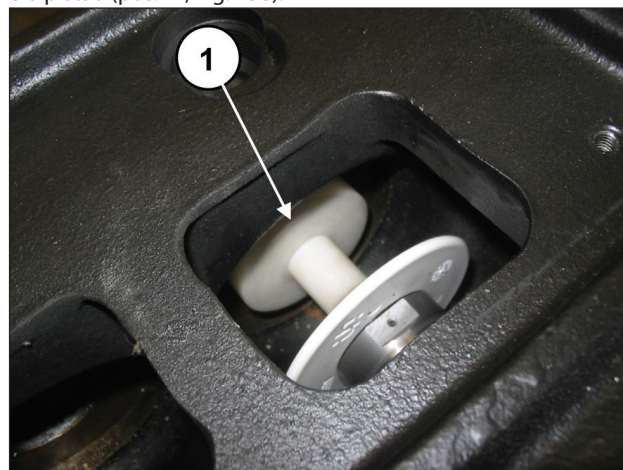

Fig. 158
Gire manualmente o eixo, de modo a trazer os três pistões progressivamente na posição de ponto morto superior e insira a ferramenta do tampão, cód. 27516600 entre a guia do pistão e o pistão (pos. ①, Fig. 158).